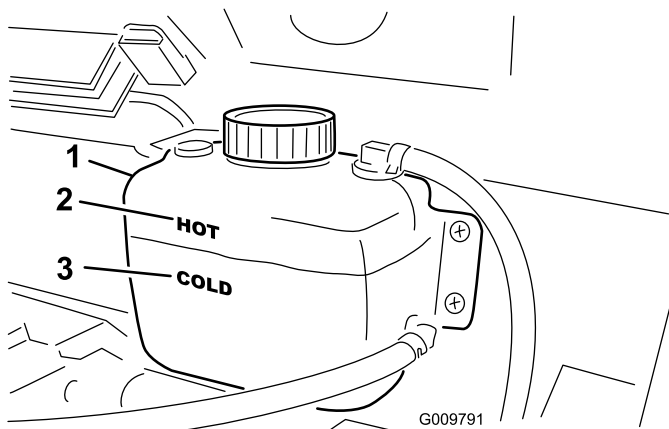

Bild 19
2. Prüfen Sie den Stand des Kühlmittels an der Seite des Ausdehnungsgefäßes (Bild 19). Bei kaltem Motor sollte der Kühlmittelstand an der Kalt-Linie liegen.